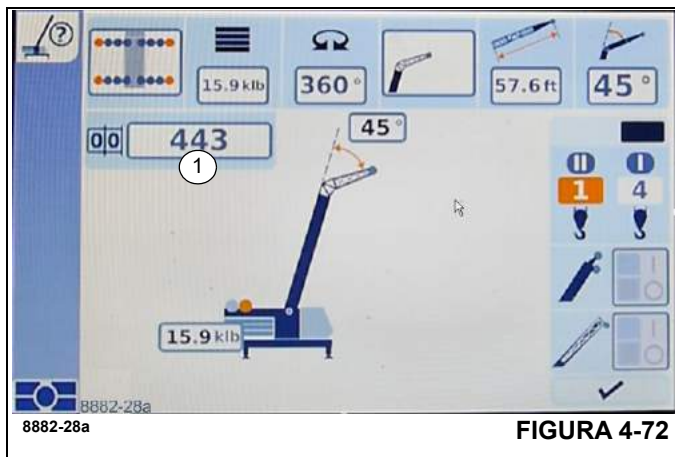

FIGURA 4-72
- Seleccione el símbolo (1), (Figura 4-72).